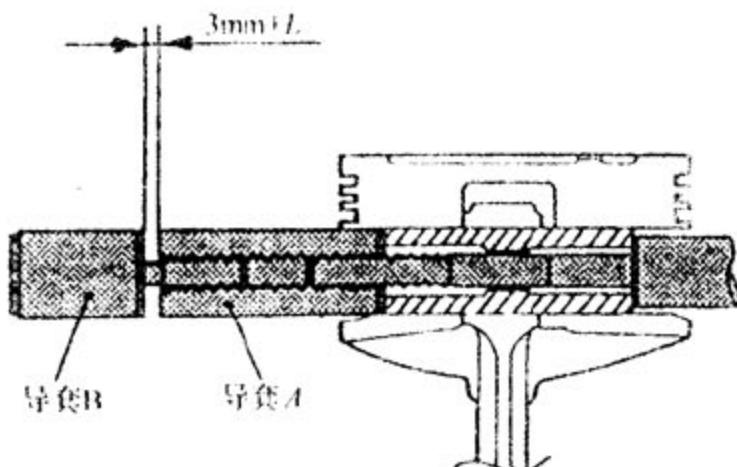

图 3-45
G). 将导套 B 拧入导套 A。两个导套之间的间隙为 3mm 加第 2 步计算所得的 L 值（见图 3-45）。